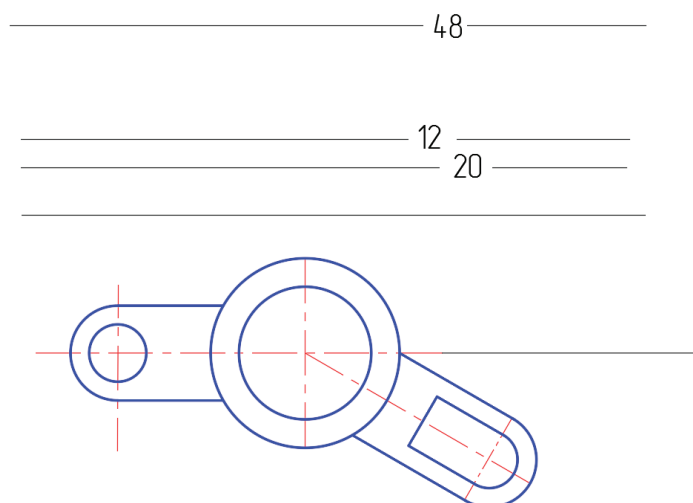

Рис. 2.4.3. Формирование изображения горизонтальных прямых на фронтальном разрезе
3.1. Командой **Прямая** чертим горизонтальные линии, определяющие высоту детали на фронтальном виде (рис. 2.4.3).
Выбрали запрос команды **Горизонтальные прямые**. Первая горизонтальная прямая проходит через **произвольную точку**, расположенную рядом с видом сверху. **Перемещаем курсор** вверх и на клавиатуре вводим **расстояния между горизонтальными прямыми** 20, 12, 48 (рис. 2.4.3).